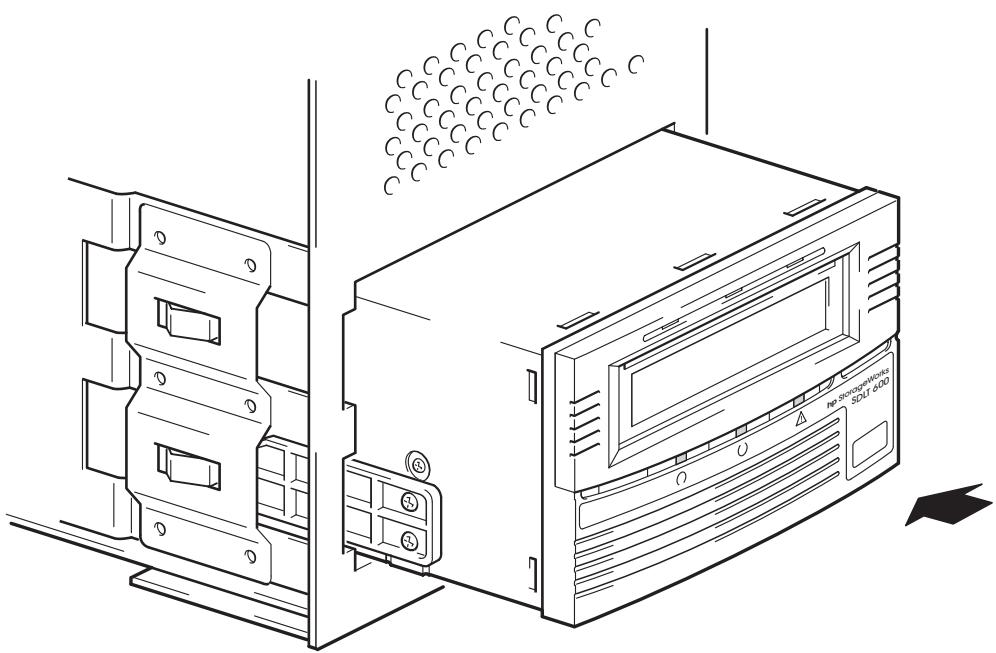

Рис. 6. Установка стримера
- 1 Вставьте стример в свободный отсек, выровняв положение относительно направляющих (см. Рис. 6).